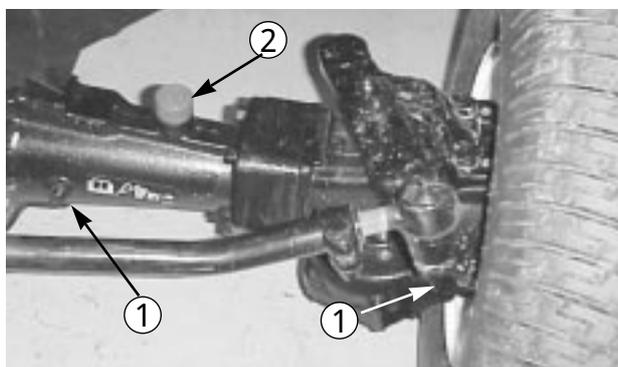

図 19
- アクスルの各端から点検用プラグ（図19、20）を抜き、穴の上面まで潤滑油があることを確認する。